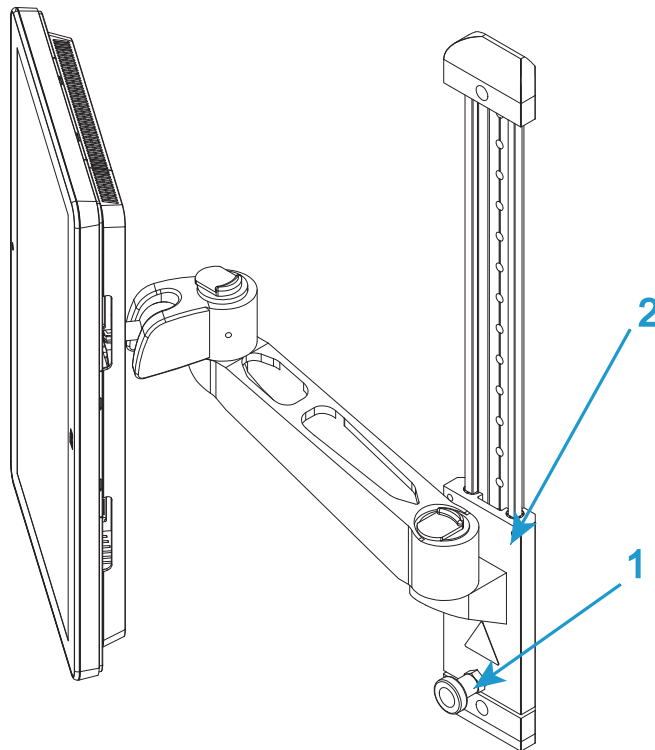

Figura 6. Ajuste de la altura
1. Puede ajustar la altura de la Panel del operador Bluehill® para acomodar a los distintos operadores. Afloje el bloqueo (1 en Figura 6 en la página 45) y deslice el brazo de montaje (2 en Figura 6 en la página 45) a la altura deseada. Vuelva a apretar el bloqueo.